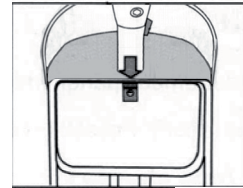

Fig. 16
**1.2 Chiusura del vano portaoggetti:** Per aprire il vano, inserire la chiave nella serratura e girarla in senso antiorario fino all'arresto. In seguito premere la serratura verso il basso. Per la chiusura, premere il coperchio, girare la chiave in senso orario ed estrarre la chiave (Fig. 16 & 17).